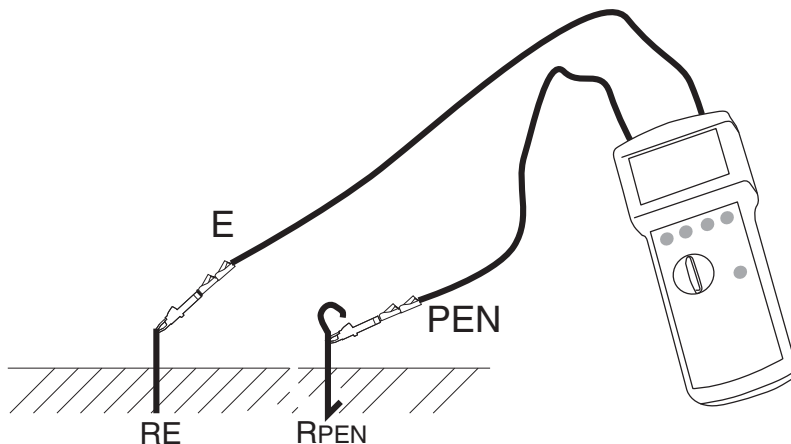

Figure 3 : principe de mesure, mesure bipolaire :
- 1) Reliez le conducteur de terre à mesurer à la prise (E), et le conducteur de terre connu à la douille (H), voir également la fig. 3.
- 2) Amenez le sélecteur de mode de mesure (13) sur la position « 2 pol ».
- 3) Réglez la tension de contact souhaitée par la touche « UL » (11).
- 4) Si vous le souhaitez, réglez la fréquence sur la sélection manuelle par la touche « auto/man » (16) et la fréquence de mesure par la touche « f1/f2 » (12).
- 5) Appuyez sur la touche « Start » (14).
- Une fois la mesure accomplie et suivant le résultat de mesure, vous pouvez, par la touche « Display » (17), choisir entre l'affichage de la résistance de passage à la terre et l'intensité de mesure (I_M).